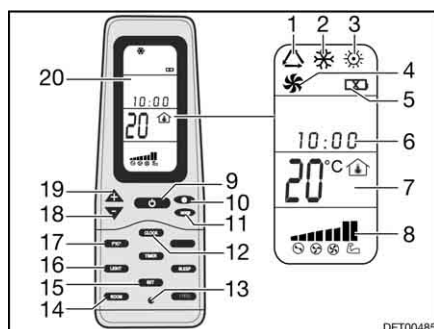

Bild 214 Fjärrstyrning
- Tryck på knappen ON/OFF (Bild 214,9).
- Tryck så många gånger på knappen "Mode" (Bild 214,11) tills önskad driftstyp (Bild 214,1, 2, 3 eller 4) visas på displayen (Bild 214,20).
- Ställ in önskad temperatur med knapparna "+" (Bild 214,19) och "-" (Bild 214,18).
- Med knappen Fläktvarvtal (Bild 214,10) väljs önskad fläktkapacitet.
Slå från: ■ Tryck på knappen ON/OFF (Bild 214,9).